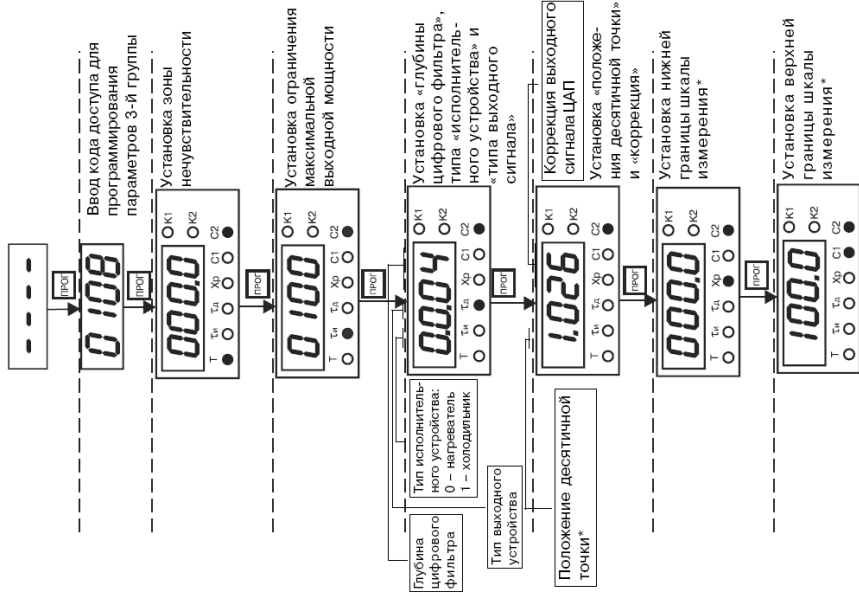

Рисунок 6.3
6.3.3.2.1 Ввести код доступа 0108 кнопками  и  (аналогично п. 6.3.2.2), рисунок 6.3.